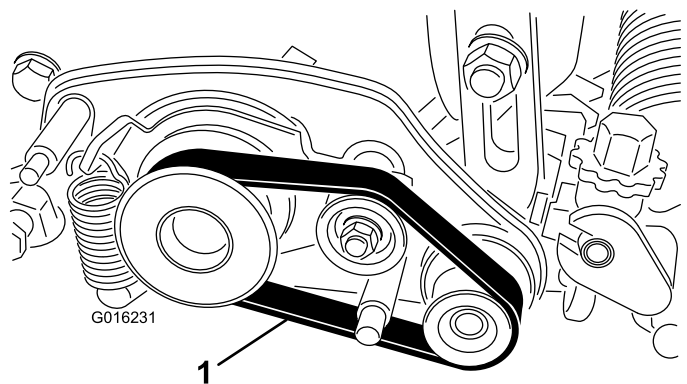

Figura 30
2. Rimuovete la cinghia dalla puleggia motrice, dalla puleggia tendicinghia e dalla puleggia condotta (Figura 30).